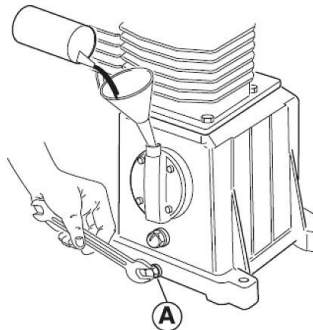

Abb. 14: Ölwechsel
Schritt 2: Nehmen Sie die Öleinfüllschraube bzw. den Verschluss-Stopfen oder Ölmesstab heraus, drehen Sie die Ölablass-Schraube (A) (Abb. 14), heraus und sammeln Sie das Altöl in einem entsprechenden Behälter.